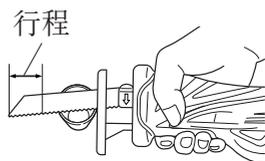
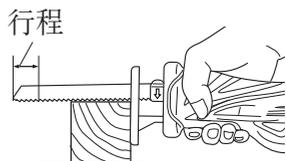

图 20
图 21
- 请选择长度最适当的刀刃。理论上，减去行程量后从刀刃座突出的刀刃长度应大于材料。（参照图 20 和图 21）